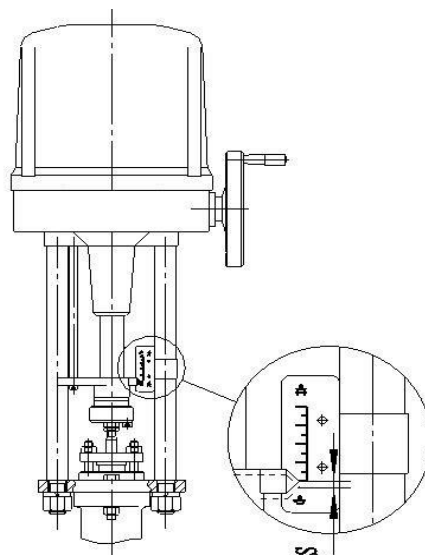

Рис.7
- При полном закрытии клапана привод будет продолжать дожимать на гибкий ход штока (рис.7)